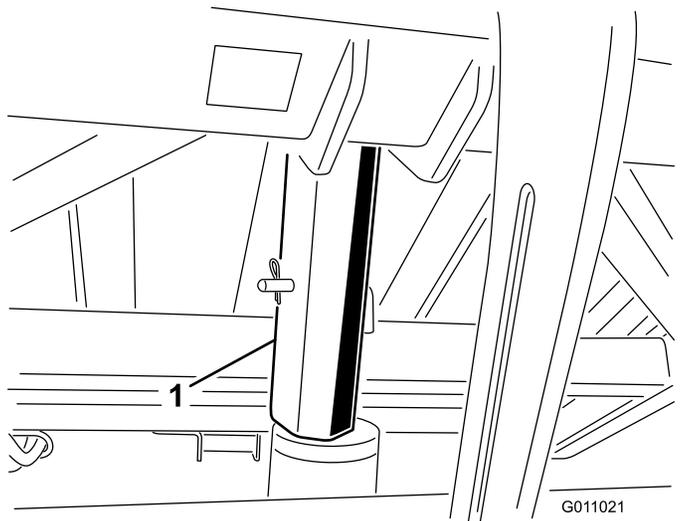

图27
3. 将料斗安全支架插入油缸杆确保支架端靠在油缸筒和油缸杆头上图27。